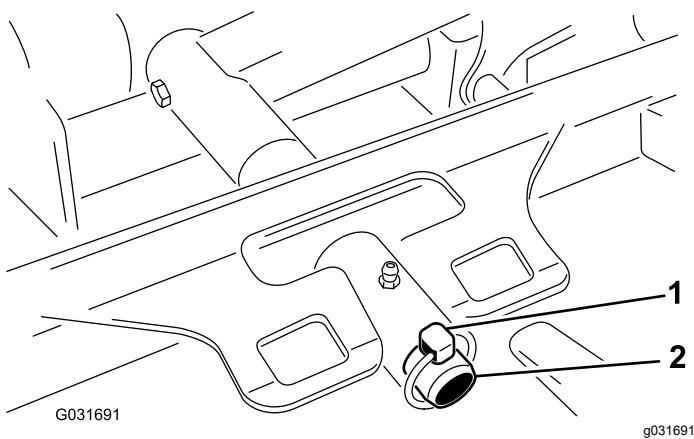

Figure 64
3. Retirez la goupille à anneau qui fixe le bâti porteur du plateau à l'axe de pivot du bras de levage (Figure 64).
3. Poussez le bâti porteur du plateau de coupe sur la tige de pivot et fixez-le avec la goupille à anneau (Figure 64).